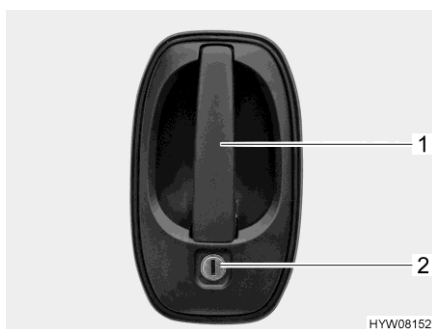

Bild 53 Dörrlås (förardörr/bodelsdörr, utsida)
- Stick in nyckeln i låscylindern (Bild 53,2) och vrid den ända tills dörrlåset har låsts upp.
- Drag i dörrhandtaget (Bild 53,1). Dörren är öppen.
- Stick in nyckeln i låscylindern (Bild 53,2) och vrid den ända tills dörrlåset har låsts.